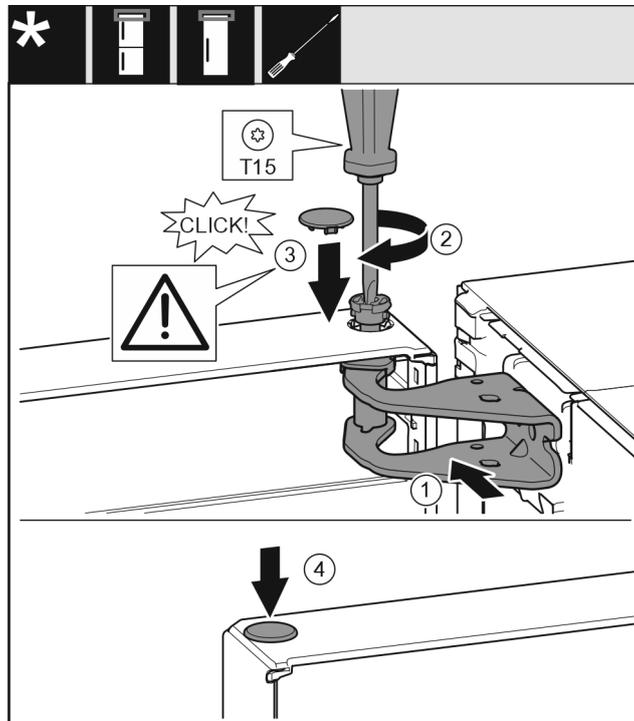

Fig. 15
- ▶ Регулирайте вратата горе спрямо отвора в лагерната стойка. Fig. 15 (1)
- ▶ Поставете болта и затегнете здраво с отвертка T15. Fig. 15 (2)
- ▶ Монтаж на предпазния капак за осигуряване на вратата: Поставете предпазния капак и проверете дали той е допрян до вратата. В противен случай поставете изцяло болта. *Fig. 15 (3)*
- ▶ Поставете тапата. *Fig. 15 (4)*